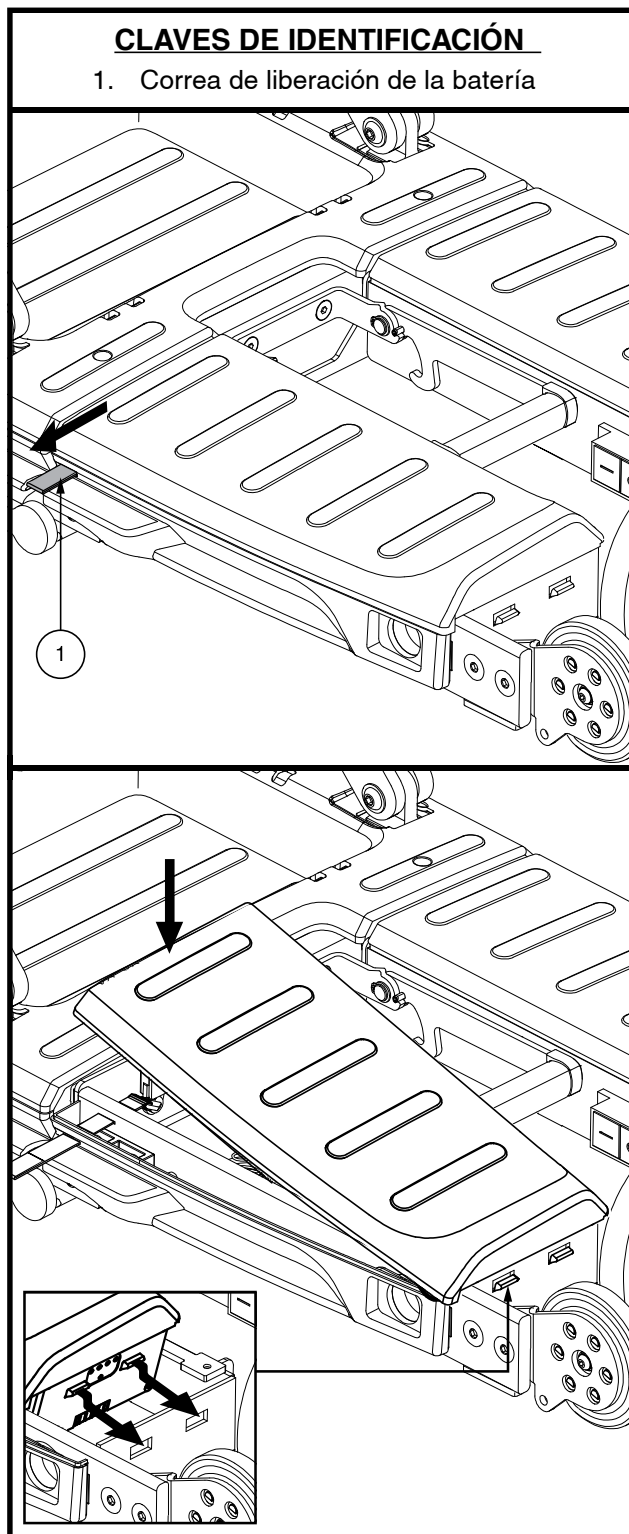

Figure 10. Extracción / instalación de la batería
5. Alinee las pestañas de la batería nueva con la alineación agujeros (fig. 10).